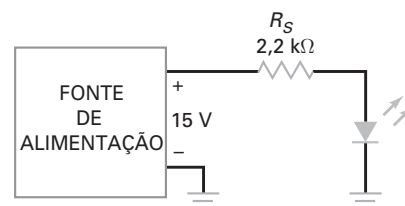

Figura 5-46
- 5-25** **MultiSim** Qual é a corrente no LED da Figura 5-46?
- 5-26** Se a tensão de alimentação na Figura 5-46 aumentar para 40 V, qual será a corrente no LED?
- 5-27** Se o resistor na Figura 5-46 for aumentado para 1 k Ω , qual será a corrente no LED?
- 5-28** O resistor na Figura 5-46 é aumentado até que a corrente no LED se iguale a 13 mA. Qual será o valor dessa resistência?